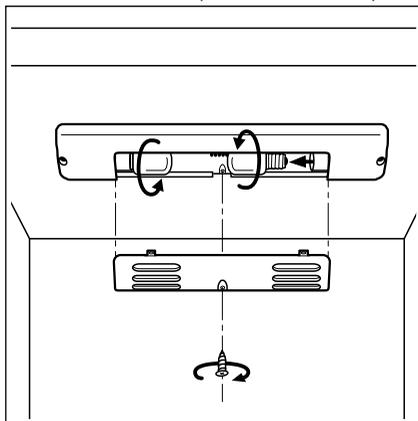

Fig. 21
- Per la sostituzione delle lampade svitare la vite con intaglio a croce e togliere la copertura della lampada verso il basso (**Fig. 21**).